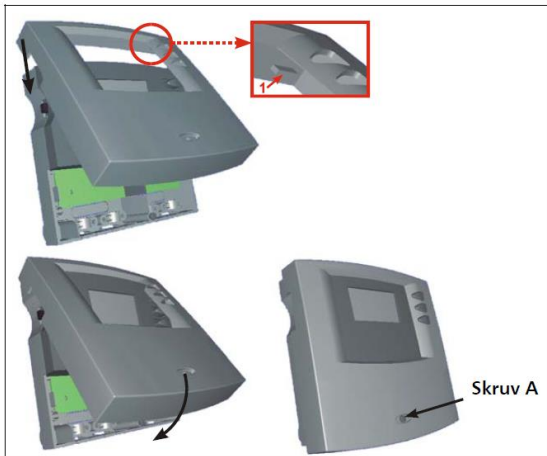

Fig. 5 Öppna och stänga locket.
Öppna locket genom att skruva ur skruven A, (fig. 5.) lyft sen locket varsamt uppåt, bakåt. Överdelen av locket är säkrad med två pigggar (fig. 5, pos 1.) se till så att dessa hamnar rätt när du stänger locket. Glöm inte skruven!